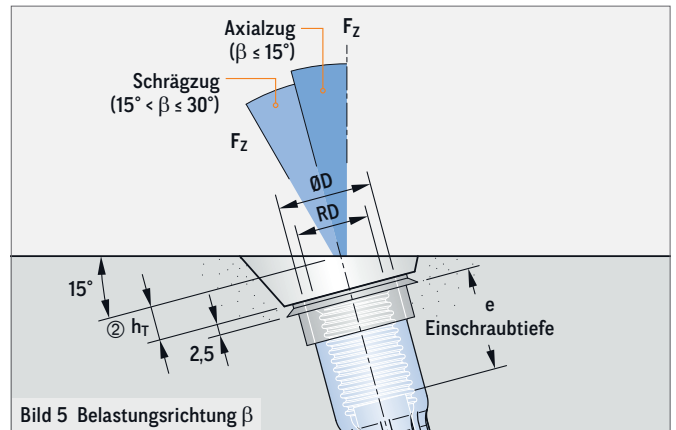

Bild 5 Belastungsrichtung  $\beta$
② Die Einbautiefe  $h_T$  der Aussparungsteller SZ15 ist zu berücksichtigen (Bild 5, Tabelle 6 oder 8).
③ Auch in Ausführung Edelstahl erhältlich (Artikel-Nr. 75M\_VA).